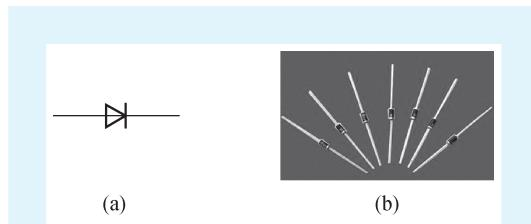

图 1-13 整流二极管
(1) 按材料分类，二极管分为硅二极管和锗二极管等。
(2) 按构造分类，二极管分为点接触型二极管和面接触型二极管等。
(3) 按用途分类，二极管分为整流二极管、稳压二极管、发光二极管 (LED) 和光电二极管。
① 整流二极管。整流二极管利用二极管的单向导电性把交流电转换成直流电，如图 1-13 所示。其工作电压为正向电压，主要用于整流电路。